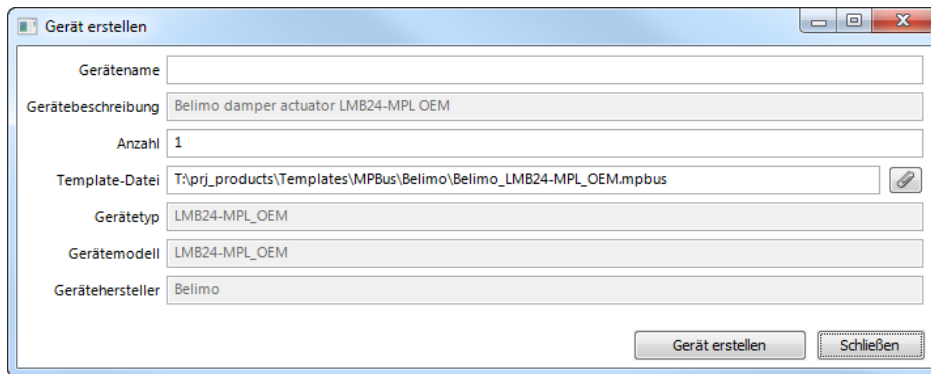

Abbildung 185: Dialog zum Erstellen von MP-Bus-Geräten
3. Im Dialog **Gerät erstellen** geben Sie einen Gerätenamen und die Anzahl der zu erstellenden Geräte ein, wie in Abbildung 185 gezeigt